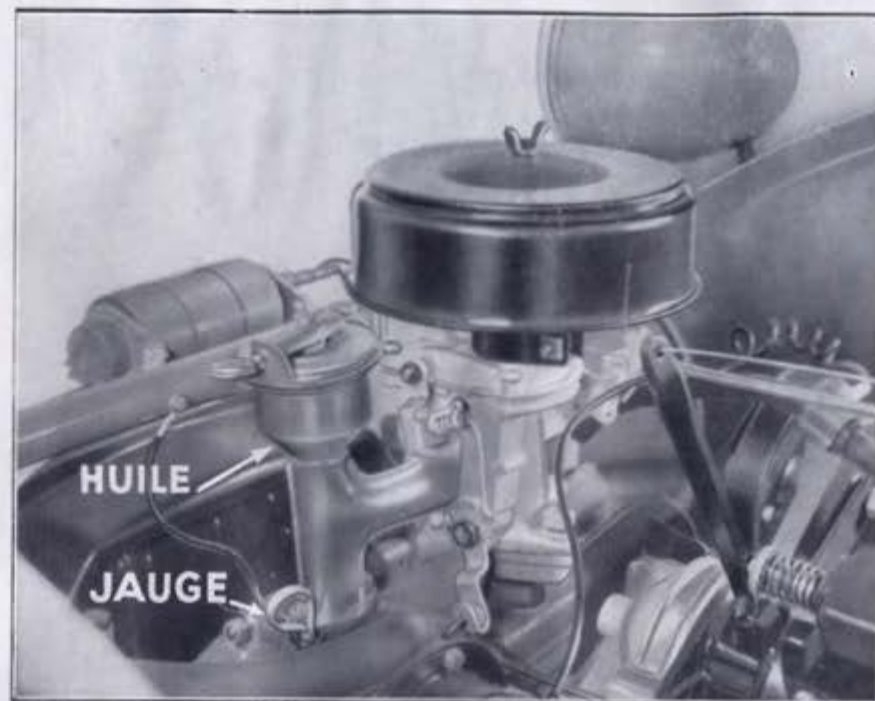

Fig. 1. — JAUGE ET REMPLISSAGE D'HUILE
a) le niveau d'huile du moteur : il ne doit jamais descendre en dessous du repère « MINI » porté sur la jauge (fig. 1). Si